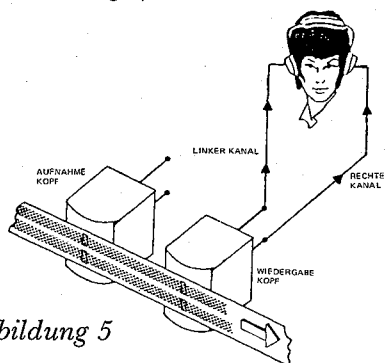

Abbildung 5
- Spulen Sie das Band in Ausgangsposition zurück. Schalten Sie den Duoplay (Sel. Sync.)-Schalter aus (Off). Nun können Sie die neue Aufnahme in Stereo wiedergeben (siehe Abbildung 5).